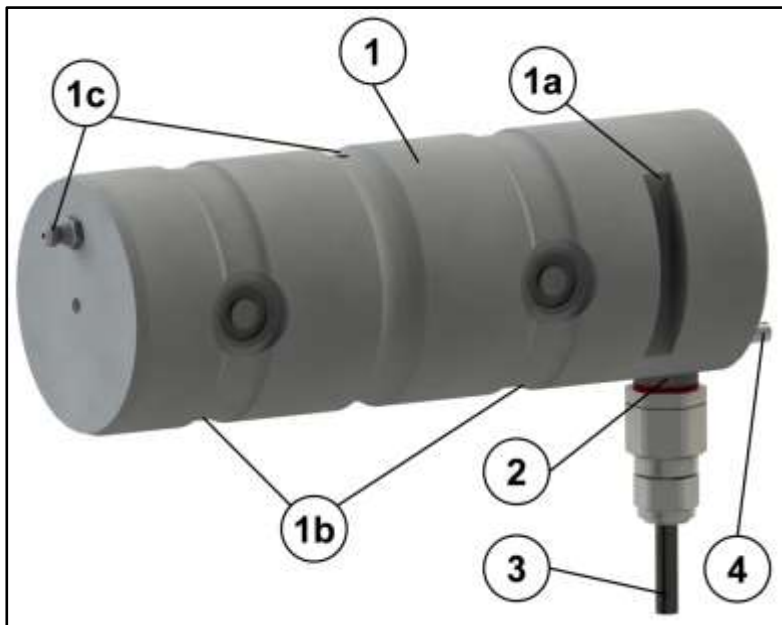

Figura 1: Cella di carico a perno
La cella di carico a perno (1) viene inserita negli appositi fori (2) praticati nel diametro del collegamento a due sezioni ed è posta in sicurezza contro lo spostamento accidentale tramite una guardia (cfr. figura 1, punto 1a). La forza F trasmessa dal collegamento viene rilevata dall'elettronica di misura tramite valutazione della deformazione risultante del corpo di misura ed emessa sotto forma di segnale elettrico.